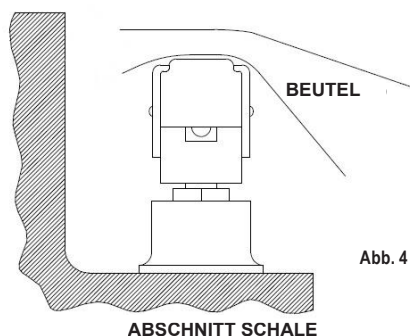

Abb. 4
- Legen Sie nun den Beutel in die Vakuumkammer und legen Sie die offene Beutelöffnung ganz flach auf die verschweißende Heizwiderstandsplatte. Wenn der Beutel einen großen Überschuss aufweist, muss er in den Spalt zwischen der Schale und der verschweißenden Heizwiderstandsplatte eingeführt werden (Abb. 4). Vermeiden Sie die Verwendung von Beuteln, die im Bereich der verschweißenden Heizwiderstandsplatte besonders fettig sind. Durch das Fett würden sich die beiden Beutelseiten schließen, wodurch ein korrektes Entweichen der Luft aus dem Beutel während des Absaugens verhindert werden würde.
Mit unserer Verpackungsmaschine mit Vakuumkammer und Abdeckung ist es möglich, flüssige oder halbflüssige Produkte (z. B. Suppen, Soßen usw.) zu vakuumieren, wodurch ihre Haltbarkeit verlängert, ihr Geschmack bewahrt und die Hygiene gewährleistet werden (Abb. 4).